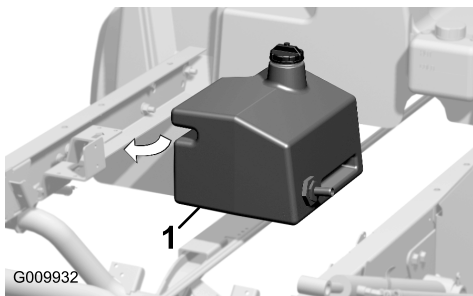

Figura 8
1. Coloque el depósito de modo que uno de sus lados encaje sobre el canal inferior izquierdo del bastidor, y la ranura del otro lado del depósito quede alineada con los taladros del tirante del bastidor (Figura 8).